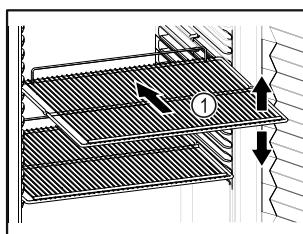

Fig. 18 Primjer izgleda
- Ako su rešetke za polaganje Fig. 18 (1) pomične, prilagodite ih po visini.